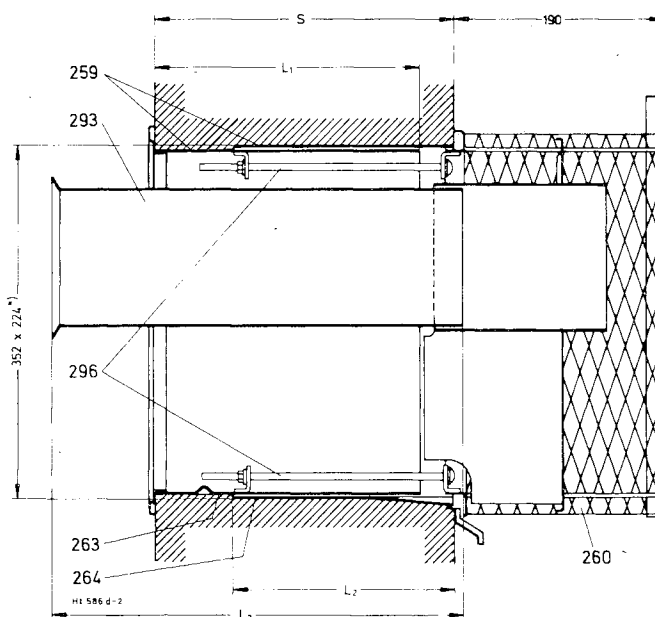

Bild 3 Mauerkasten eingebaut in eine Massivwand
*) Mindest-Abmessungen für Mauerdurchbruch (siehe auch Bild 3).